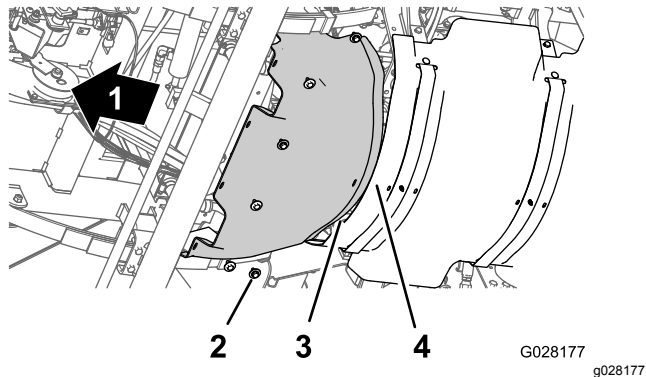

図 42
1. 前側防熱シールドの後部フランジを後防熱シールドの前側フランジに合わせる 図 42。
2. 前側防熱シールドの穴を、シャーシのねじ穴に合わせる 図 42。
3. 前側防熱シールドを機体に固定するソケットボルト6本とワッシャ6枚 図 42 ステップ 前側防熱シールドを取り外す \(ページ 37\), 4で外したものを使用する。